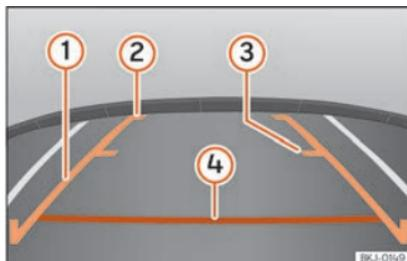

Fig. 167 Visualização no ecrã do sistema Infotainment: linhas de orientação.
- A carga do veículo modifica a representação das linhas de orientação »» Fig. 167. A largura que as mesmas representam, diminui com o nível de carga. Preste atenção ao espaço envolvente quando o interior ou a bagageira estiverem carregados.
» **Fig. 167**